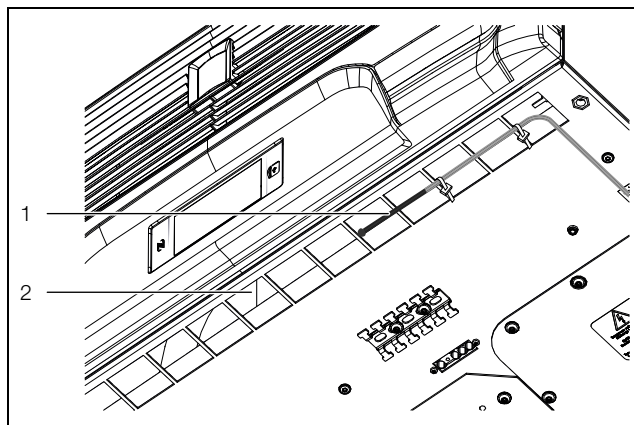

Bild 20: Temperaturgivare framför kallluftutgången
- För temperaturgivaren till mitten framför kylaggregatets kallluftutgång (bild 20).